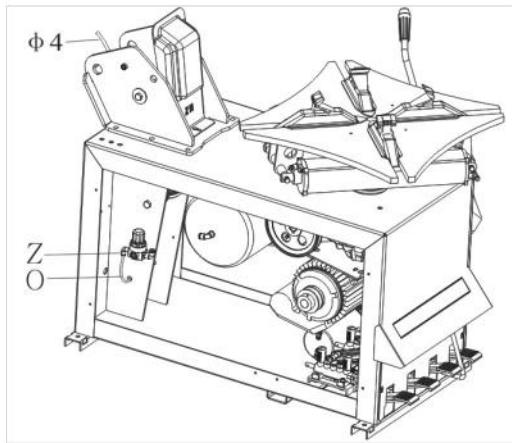

Fig. 8-b
- Connecter le tuyau à la colonne : comme sur la fig.8-b, connecter le tuyau $\phi 4$ O au régulateur Z.